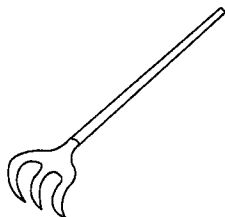

图 1-12 灰耙子
(4) 灰耙子 用于搅拌灰膏和砂浆, 如图 1-12 所示。